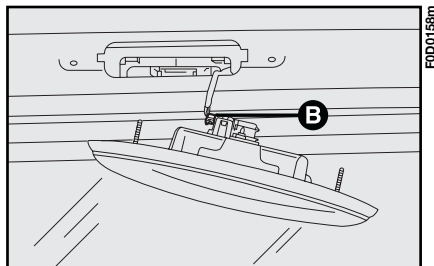

Abb. 25
2) Den Steckverbinder **B**, **Abb. 25** lösen;